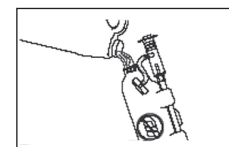

Figure 3
4. Ajoutez la solution de nettoyage (figure 3). Suivez les instructions du fabricant pour l'information